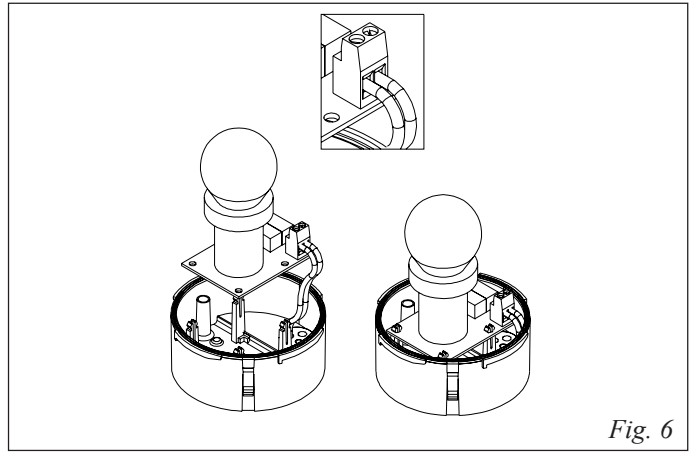

Fig. 6
- 8- Collegare il cavo ai morsetti della scheda porta lampada, Fig. 6..
- 9- Fissare il porta lampada alla base calotta, esercitando una leggera pressione sulla scheda stessa fino al suo ancoraggio (Fig. 6).